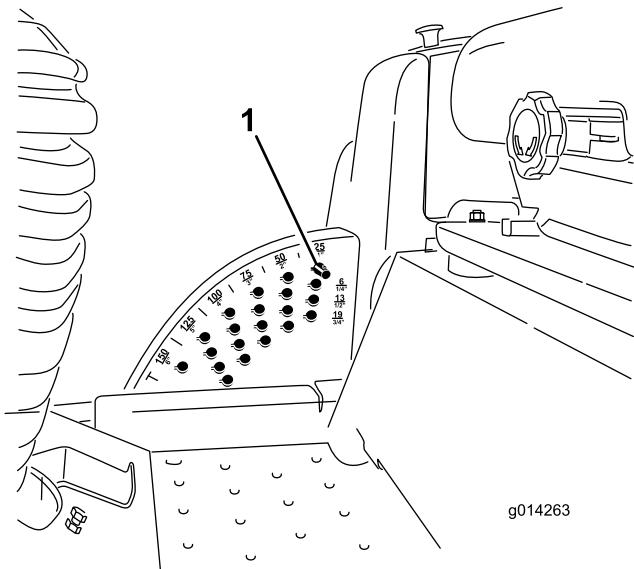

Bild 6
1. Ziehen Sie den Mähwerkhubhebel bei laufendem Motor zurück, bis das Mähwerk ganz angehoben ist, und lassen Sie den **Hebel sofort los** (Bild 6).
2. Drehen Sie zum Einstellen den Anschlagsstift so lange, bis die Linien am Spannstift mit den Schlitten in den Löchern in der Schnitthöhenhalterung ausgerichtet sind. Nehmen Sie ihn dann ab (Bild 6).
3. Wählen Sie ein Loch in der Schnitthöhenhalterung, das der gewünschten Schnitthöhe entspricht, stecken Sie den Stift ein und drehen Sie ihn ein, um ihn zu arretieren (Bild 6).
Hinweis: Es gibt vier Reihen der Lochpositionen (Bild 6). Die oberste Reihe ergibt die Schnitthöhe, die über dem Stift steht. Die zweite Reihe ergibt die Schnitthöhe plus 6 mm. Die dritte Reihe ergibt die Schnitthöhe plus 12 mm. Die unterste Reihe ergibt die Schnitthöhe plus 18 mm. Für die Stellung von 15,2 cm gibt es nur ein Loch, das in der zweiten Reihe ist. Mit diesem Loch werden nicht 6 mm den 15,8 cm hinzugefügt.